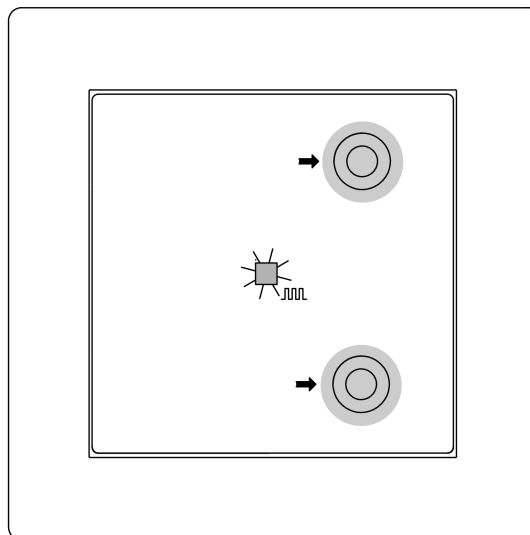
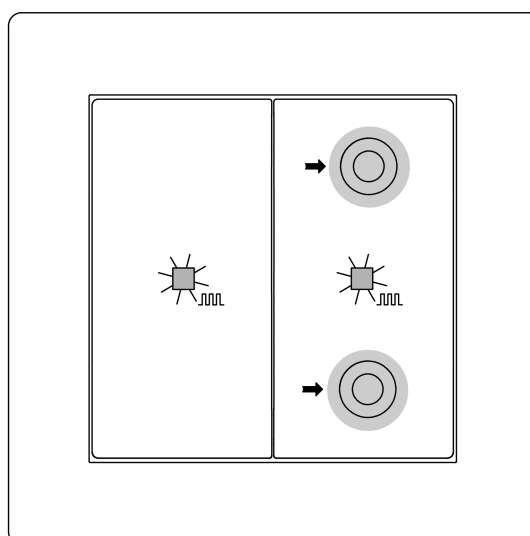

Imagen 5: Activación del modo de programación (simple)
Imagen 6: Activación del modo de programación (doble)
Programar la dirección física y el programa de aplicación simple (Imagen 5) y doble (Imagen 6)
- Activar el modo de programación: mantener pulsadas simultáneamente las teclas superior derecha e inferior derecha durante más de 4 segundos (Imagen 5). El LED de estado parpadea en rojo. El modo de programación está activado.